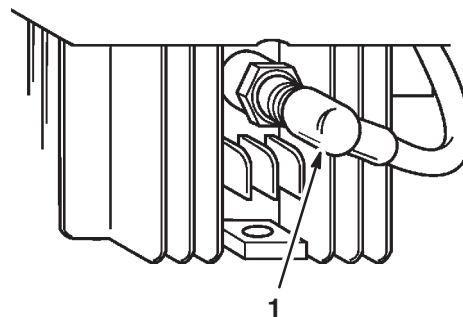

Figure 77
1. Débrancher le fil de bougie (Fig. 77). Retirer la bougie et la nettoyer à l'aide d'une brosse métallique pour la débarrasser des dépôts de carbone. **NE PAS DÉCAPER AU SABLE.** Examiner la bougie en vue d'ébréchantures ou d'électrodes usés ou endommagés. Remplacer si nécessaire.
3. Visser la bougie à la main puis la serrer à 20 N·m (180 po.-lbs – 15 pi.-lbs) (Fig. 77).
1. Débrancher le fil de bougie (Fig. 77)
**Remarque:** l'écrou de lame doit être remplacé après avoir été monté et démonté quatre (4) fois. La capacité de serrage diminue et l'écrou risque de se desserrer s'il n'est pas remplacé.
5. Une fois l'entretien terminé, rebrancher le fil de bougie (Fig. 77).